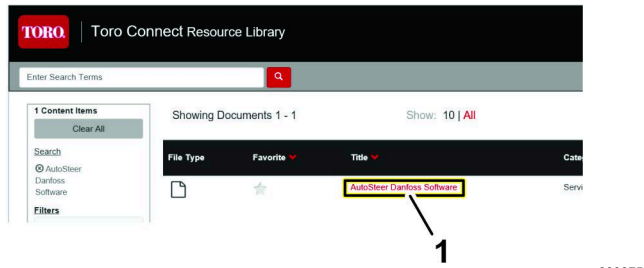

Figure 16
4. Dans la liste d’Affichage des documents, faites un double clic sur le lien hypertexte Logiciel AutoSteer Danfoss (Figure 16).